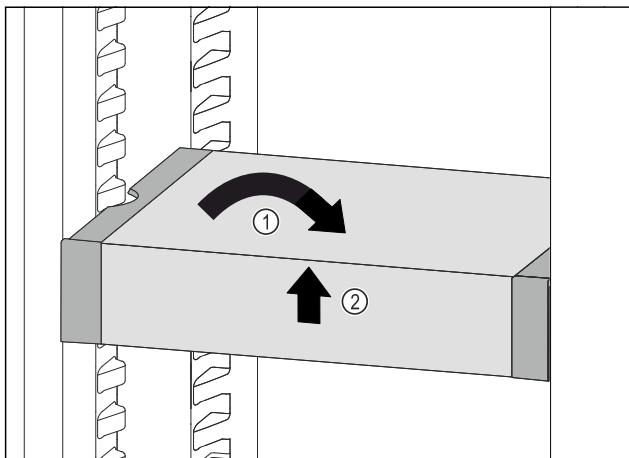

Fig. 80
- ▶ 将 VarioSafe 放平。Fig. 80 (1)
- ▶ 抬起 VarioSafe 前部。Fig. 80 (2)